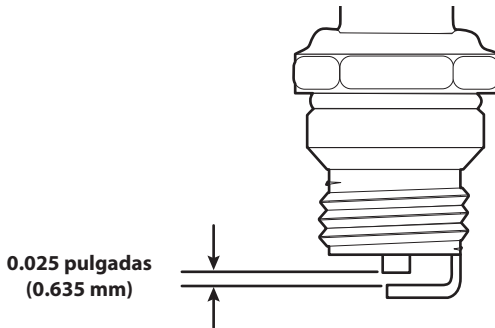

Fig. 20
4. Use un calibrador de separación para ajustar una separación de aire de **0.025 pulgadas (0.635 mm)** (Fig. 20).